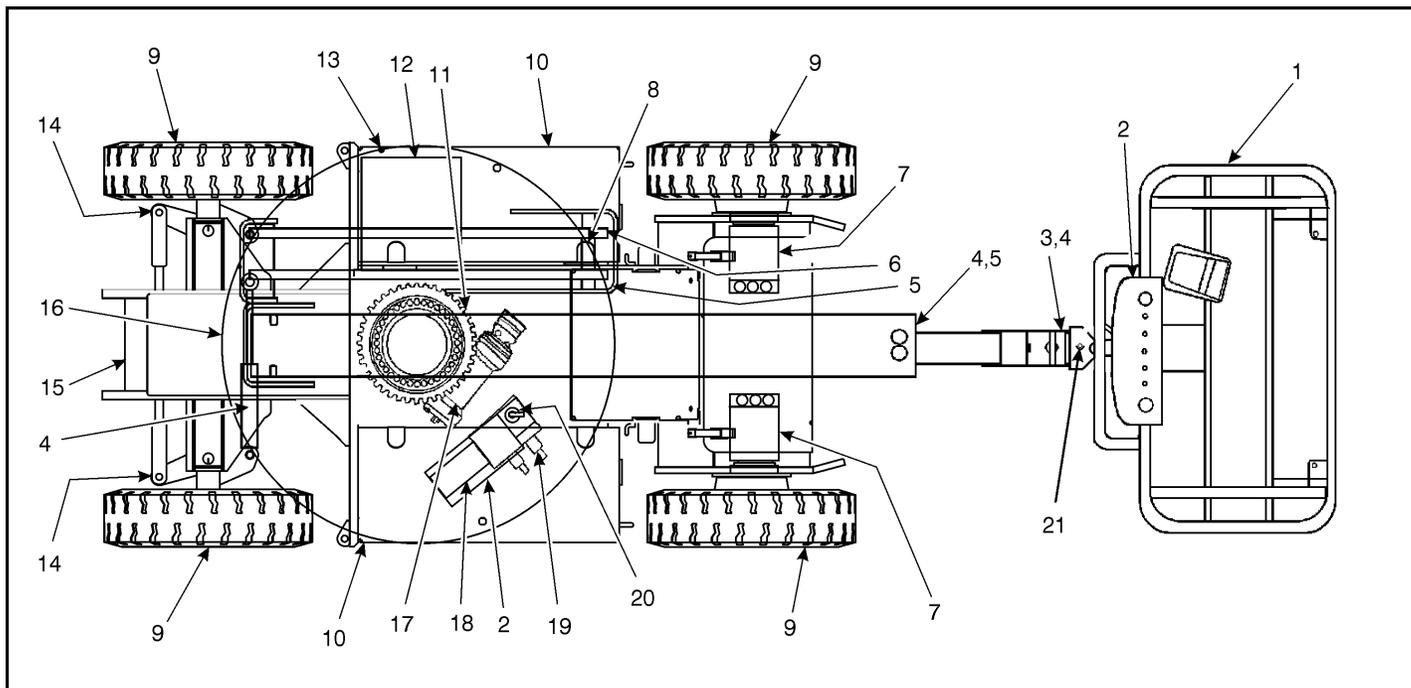

Figura 2-3. Inspección visual diaria – Hoja 1 de 3
5. **“Inspección visual”** – Consultar la Figura 2-3. a la Figura 2-5.